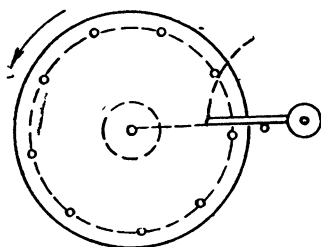

Рис. 49. Взаимодействие подъемных штифтов с колесом узла боя
1. Подъемное колесо устанавливают в таком положении, чтобы: а) колено узла боя лежало на прямой, соединяющей центр его оси с центром подъемного колеса (зацепление начинается на прямой); б) колено узла боя при отводе его в сторону проходило бы свободно (с небольшим зазором) около любого из его штифтов (рис. 49). Такая установка подъемного колеса обеспечивает узлу боя наиболее легкие условия подъема и достаточно сильный удар по звукопружине: колесо получает разгон раньше, чем колено узла боя коснется его штифтов. Отсутствие разгона может вызвать замедление боя, а при сильной пружине узла боя даже остановку механизма боя.